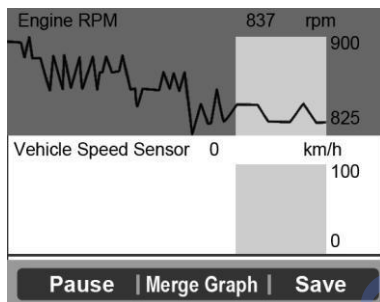

Рисунок 6.13
- Если в нижней части при выборе данных о параметрах появляется пункт **"Merge Graph"** (Слияние графиков), доступна представление данных в виде объединенных графиков. (Рисунок 6.13)